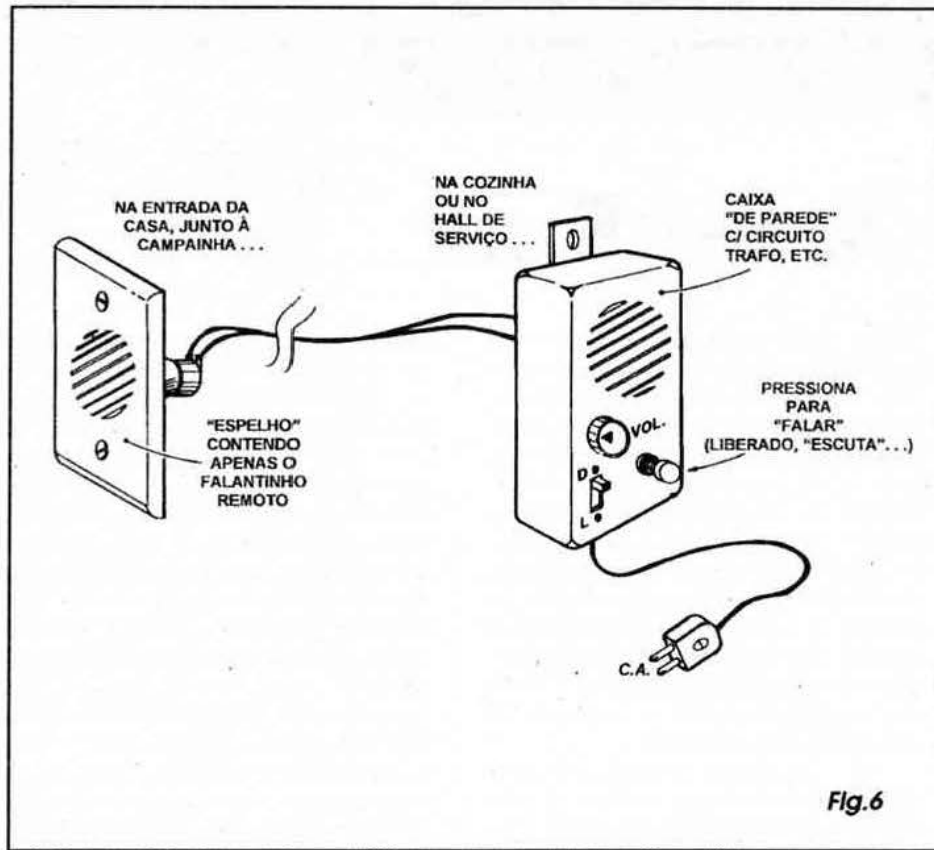

Fig.6
- FIG. 6 - SUGESTÃO PARA USO COMO PORTEIRO ELETRÔNICO - O módulo básico do MOPIN-3, mais os arranjos elementares do sistema (mostrados na figura anterior...) permitem muitas adaptações, a critério único das habilidades, criatividade e conhecimentos técnicos/práticos do leitor/hobbysta... Só para criar um exemplo, o diagrama dá as *dicas* para implementação de um sistema de porteiro eletrônico bastante efetivo, barato, útil e confiável: observar que a placa, trafo, chaves, cabo de força, controles e alto-falante **local**, ficam todos agrupados e acondicionados numa só caixa (direita da figura), tipo *de parede*, a ser instalada na cozinha ou no *hall* de serviço de uma residência... A estação **remoto**, constituída apenas pelo respectivo alto-falante (protegido por um *espelho* externo, convencional), poderá ser instalada numa caixa padronizada (adquirível em casas de materiais elétricos...), 4" x 2" ou 4" x 4", embutida na parede da entrada da casa, junto ao local onde já se encontra o botão da campainha... **ATENÇÃO:** tudo deve ser muito bem vedado e protegido contra as intempéries, de modo que a água da chuva não possa penetrar e danificar o alto-falante... Se for possível, no caso, encontrar-se um pequeno alto-falante dotado de cone plástico, melhor (devido ao fato desse material não absorver água, nem ser danificado pela umidade...). A distância entre as estações pode se estabelecer em até 40 ou 50 metros, se necessário, sem problemas (nas instalações normais, a média de distância *real* será em torno da *metade* dis-